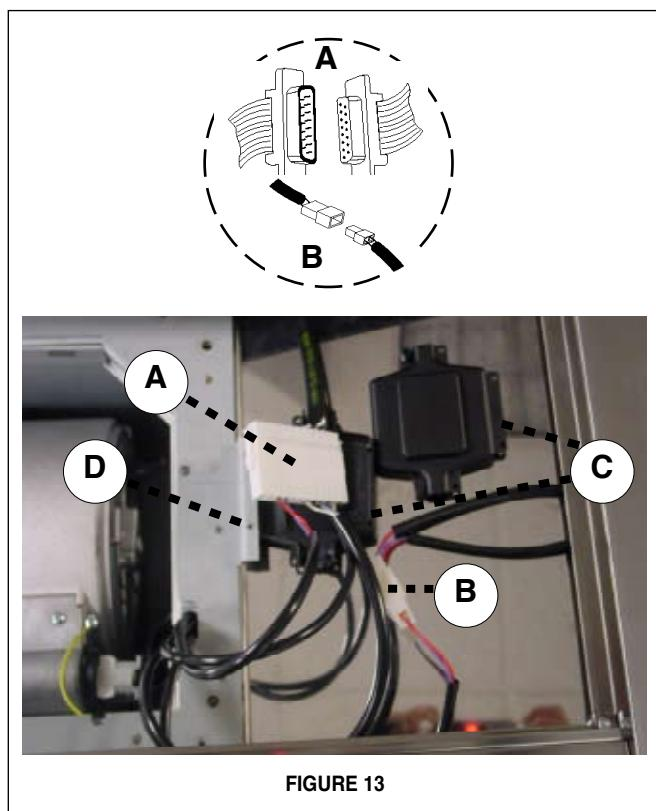

FIGURE 13
5. Connecter le CONNECTEUR DES COMMANDES (**A** de la **FIGURE 13**) et le CONNECTEUR DES SPOTS (**B** de la **FIGURE 13**). Insérez le CONNECTEUR DES COMMANDES (**A** de la **FIGURE 13**) dans la BOÎTE DE CONNECTEUR en plastique noir (**C** de la **FIGURE 13**) en reliant les deux morceaux en plastique noirs à l'aide des quatre vis fournies. L'utilisation des deux plus longues vis a fourni, attache la BOÎTE DE CONNECTEUR assemblée à la BRIDE EN MÉTAL (**D** de la **FIGURE 13**).